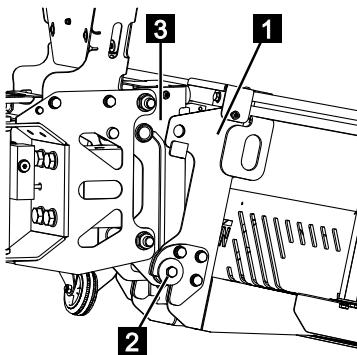

Abb. 156
2. Arbeitskorb (Abb.156/1) zu zweit in die Halterung (Abb.156/2) einsetzen und in die Aufnahme (Abb.156/3) drücken.